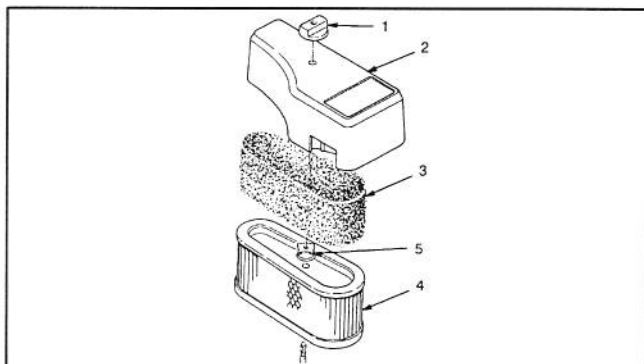

Abbildung 9
2. Das Klemmrad und die Abdeckung vom Filter entfernen (Abb. 9).
3. Der Schaumvorreiniger muß alle 25 Betriebsstunden gereinigt werden (Abb. 9), indem er von der Papierpatrone abgeschoben wird (Abb. 9).